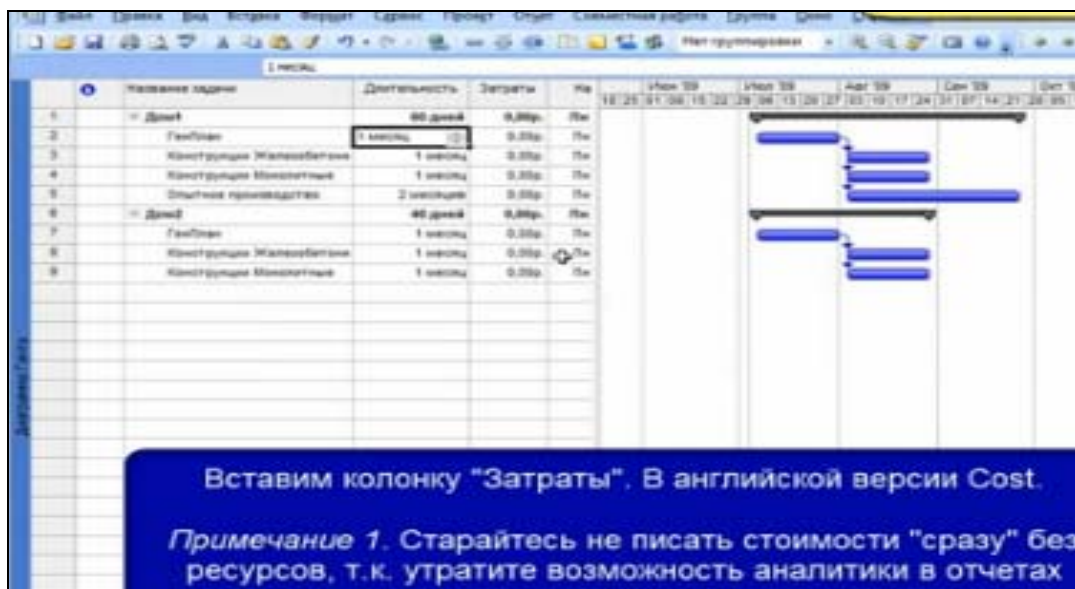

Рисунок 3 – Создание колонки «Затраты»
2. Вставим колонку «Затраты» (см. рис. 3).